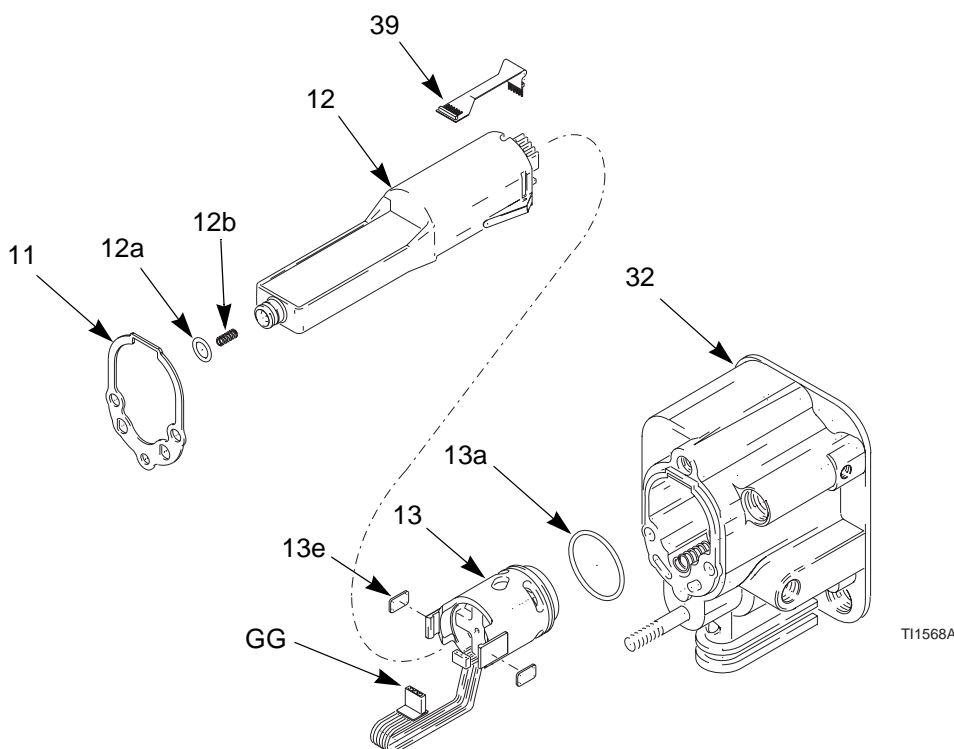

Fig. 31. Alimentation électrique
3. Saisir le générateur (12) à la main. Dégager l'ensemble générateur/alternateur du corps du pistolet (32) par un mouvement oscillant de côté, puis l'extraire avec précaution. Débrancher le circuit électrique flexible (39) de la prise située sur le dessus du corps (32). Voir Fig. 31.
4. Débrancher le connecteur 3 fils (GG) du générateur. Faire coulisser l'alternateur vers le haut et le sortir du générateur. Examiner l'état du générateur et de l'alternateur. Débrancher le circuit électrique flexible à 6 broches (39) du générateur.
6. Brancher le circuit flexible à 6 broches (39) sur le générateur.
7. Brancher le connecteur 3 fils (GG). Pousser l'alternateur (13) vers le bas sur le générateur électrique (12).
10. Introduire le générateur/alternateur dans le corps du pistolet (32). S'assurer que les rubans de mise à la terre sont bien en contact avec le corps. Brancher le circuit flexible (39) sur la prise située sur le dessus du corps. Enfoncer le connecteur à 6 broches dans la prise et s'assurer qu'il est bien branché.
11. Mettre en place le canon (9), page 41.